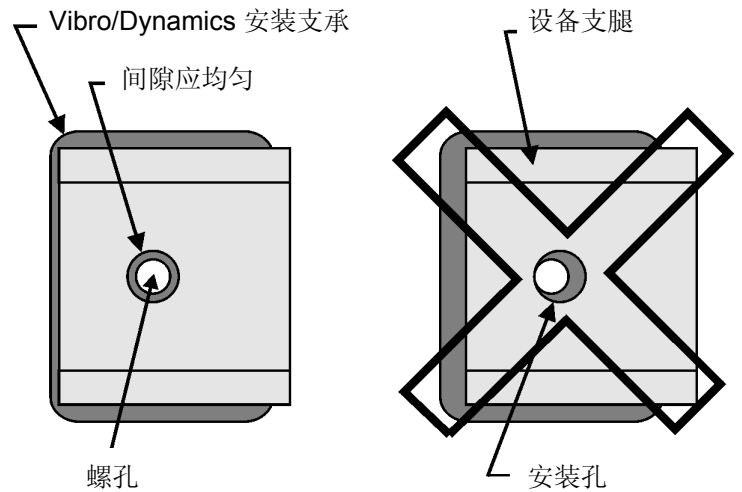

图 3
9. 如果安装支承上安装有压紧螺栓，则在将安装支承放置在设备支腿下方时，应使安装支承内的螺孔同设备安装孔的中心对齐（如图 3 所示；某些安装支承上可能会有多个螺孔；这时，所选用的螺孔应最有利于完成设备支腿的固定操作和压紧螺栓的紧固操作）。